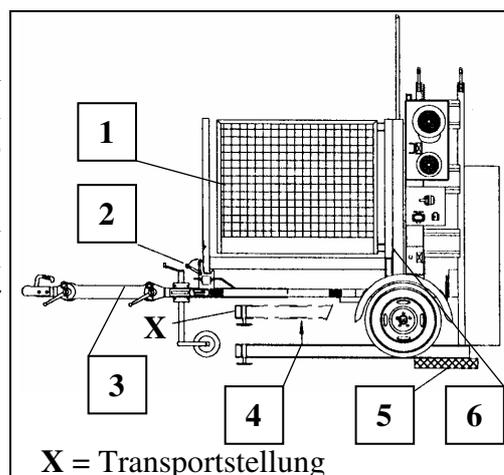

Fig. 17 Transportanhänger beladen
- Am Boden unter das Fußteil unterhalb des Grundmastes lastverteilende Unterlagen (siehe Fig. 17 Pos. 5) legen.
- Transportbühne vom Anhänger lösen, indem die Augenschraube (siehe Fig. 17 Pos. 2) losgedreht und weggeschwenkt wird. Die Verriegelung (6) öffnen.